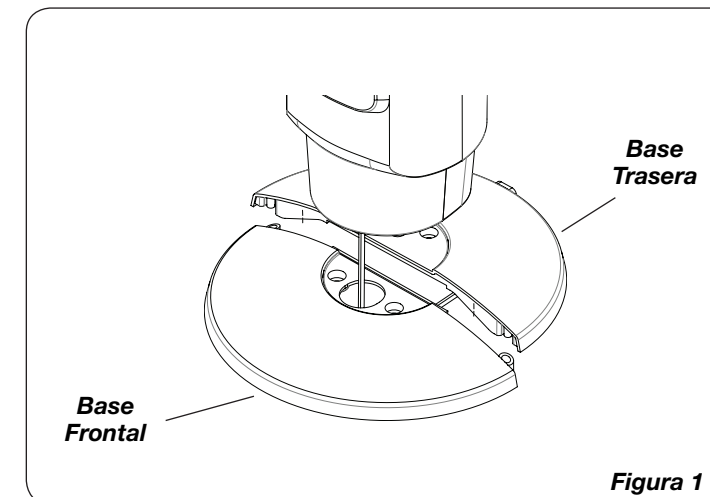

Figura 1
- Tome las 3 bases de soporte y ensámblelas entrelazando la base frontal con la base trasera (Figura 1).